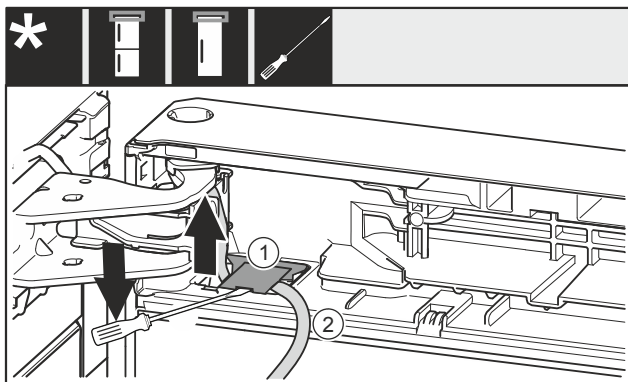

Fig. 21
- Con un cacciavite a intaglio Fig. 21 (1), sollevare la copertura e rimuoverla.
- Sfilare il cavo Fig. 21 (2).